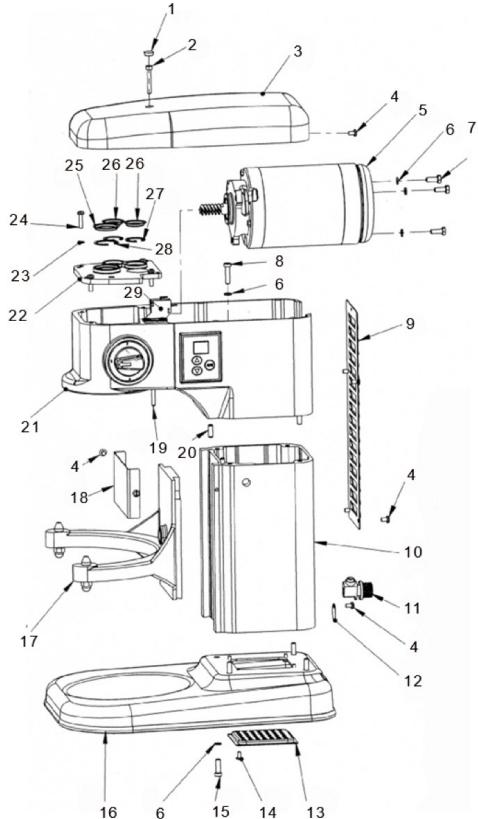

Abb. 1 Hauptaufbau des Gerätes
- Hauptaufbau des Gerätes (Abb. 1);
### Verzeichnis der Teile des Gerätes, die sich in der Abb. 1 befinden